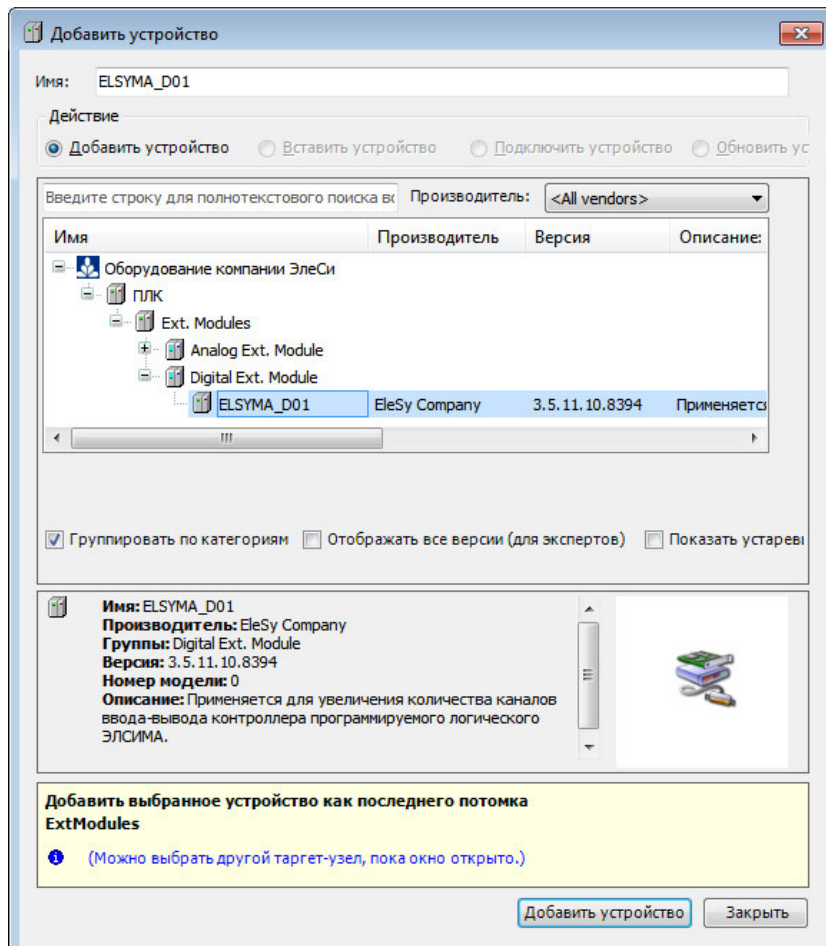

Рисунок 5.7 – Окно добавления устройств. Добавление цифрового модуля
4. Кликнуть правой кнопкой мыши по узлу *ExtModules* (находится в *ELSYMA_M01*) и выбрать команду «*Добавить устройство...*» (рисунок 5.7). В поле